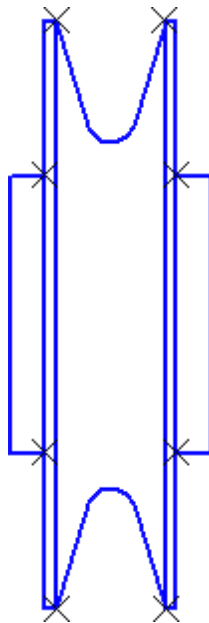

Рисунок 10.
- Постройте четыре недостающих отрезка (рис. 10).